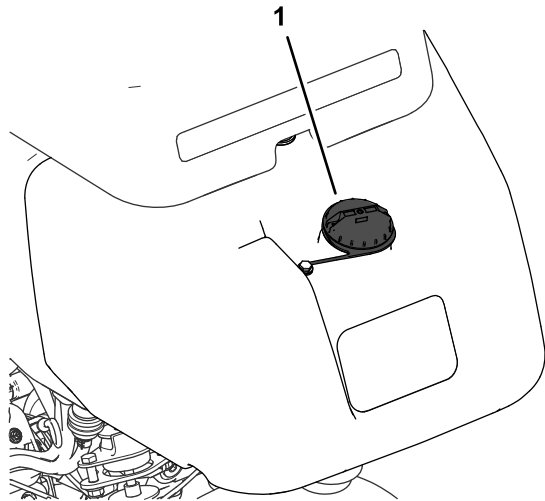

Figura 32
1. Limpie alrededor del tapón de combustible y retírelo (Figura 32).